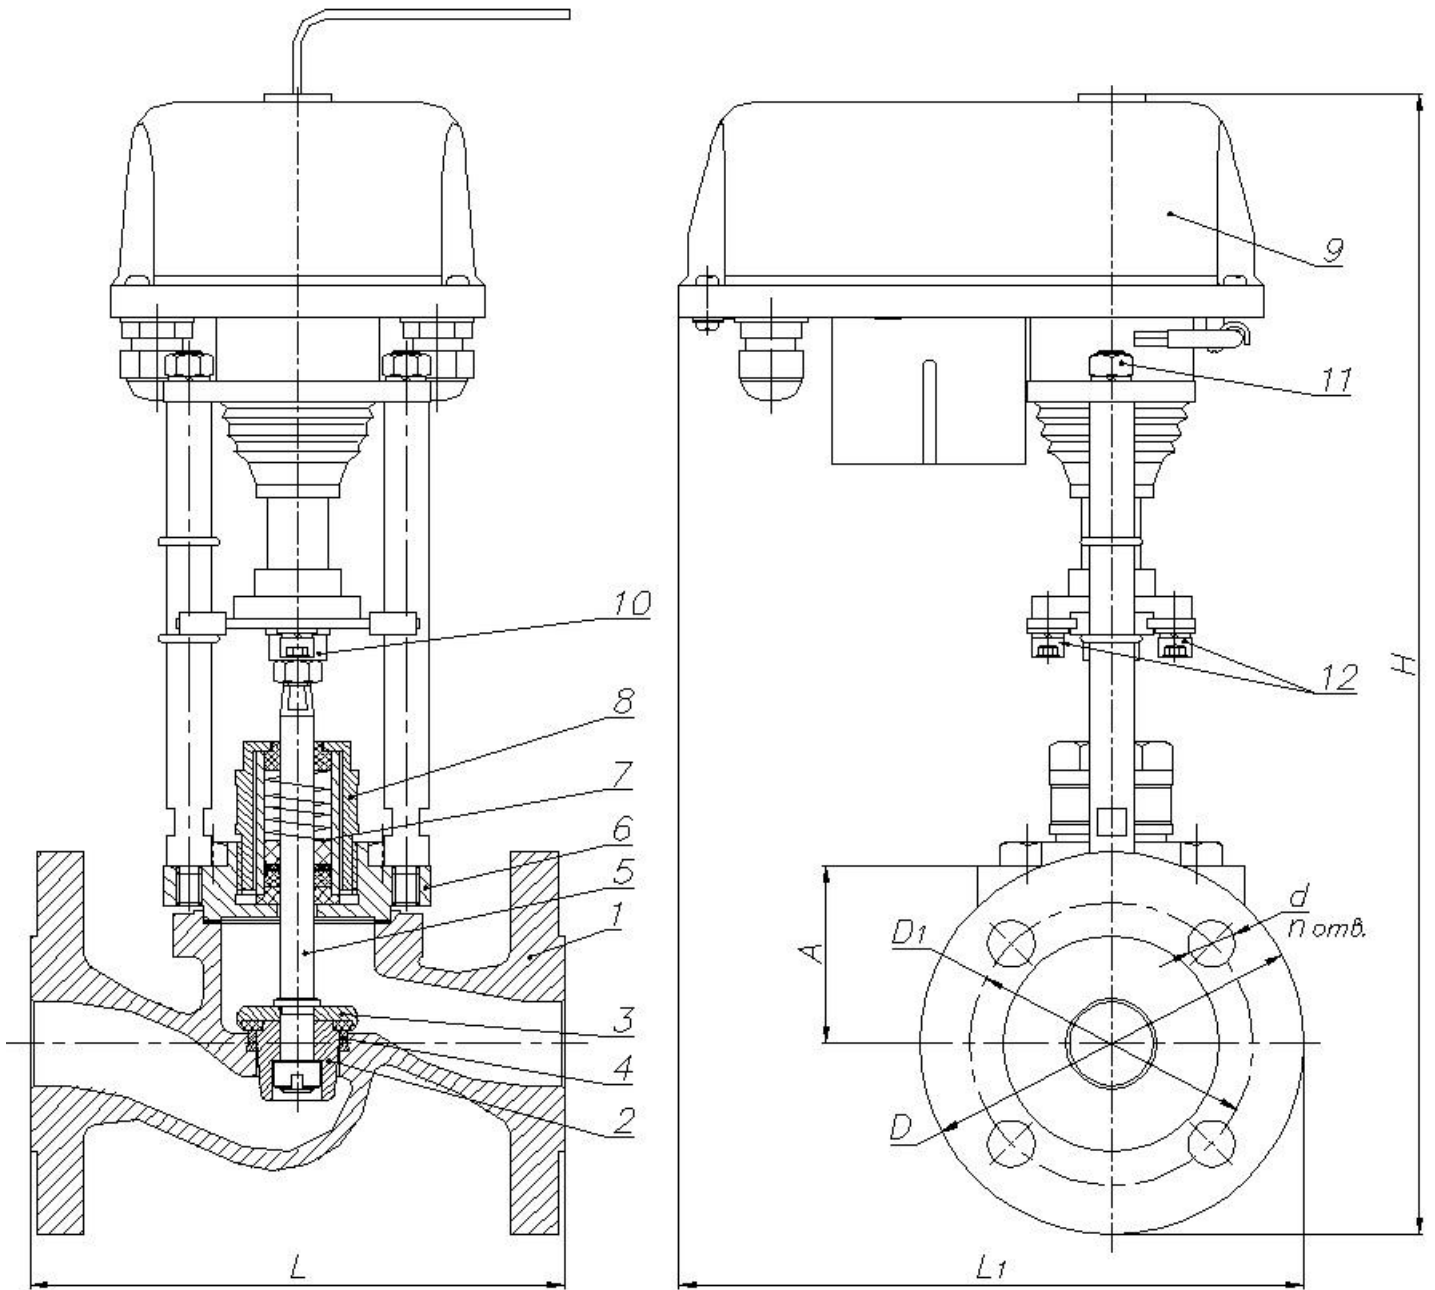

Рисунок 1 – Клапан ВКСР с ЭИМ
1.3.1 Клапан ВКСР с электрическим исполнительным механизмом (ЭИМ) (см. рисунок 1) состоит из следующих основных узлов и деталей:
2.6.2. Полная разборка клапанов (см. рисунок 1) с ЭИМ: